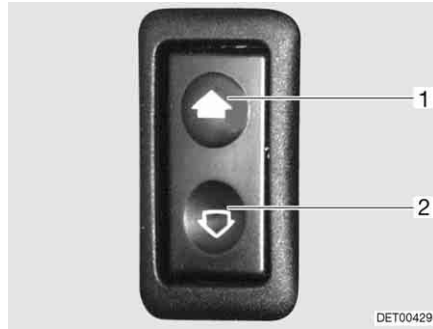

Bild 23 Knapp för elmanövrerad fönsterhiss
- Öppna:** ■ Tryck på det nedre reglaget (Bild 23,2).
- Stänga:** ■ Tryck på det övre reglaget (Bild 23,1).